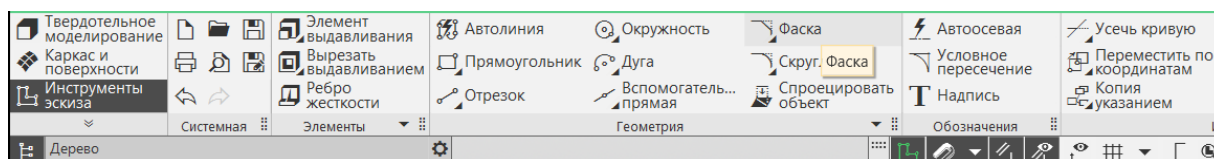
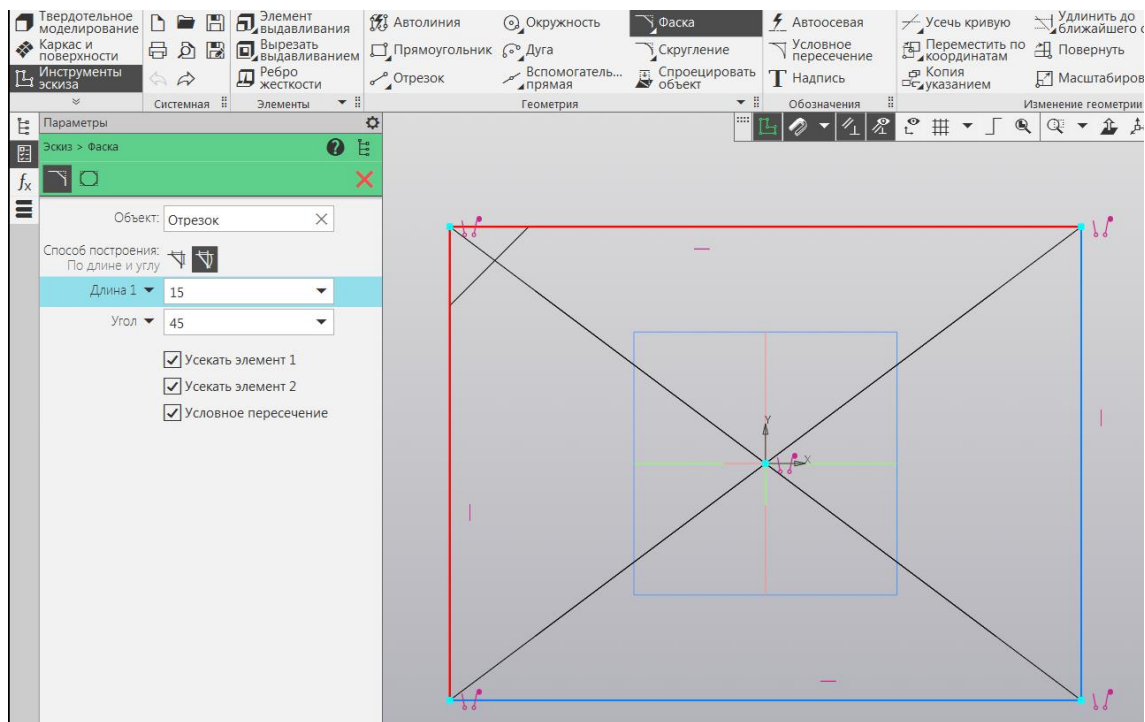

Рисунок 8 – Вызов опции Фаска
Рисунок 9 – Создание фаски
6. По углам прямоугольника формируются фаски. Вызывается опция Фаска (рисунок 8). В параметрах фаски указывается ее длина – 15 мм и угол наклона фаски 45 градусов (рисунок 9). Ловушкой курсора выделяются отрезки, образующие каждый угол. Аналогичным образом создаются фаски в 3 остальных углах.